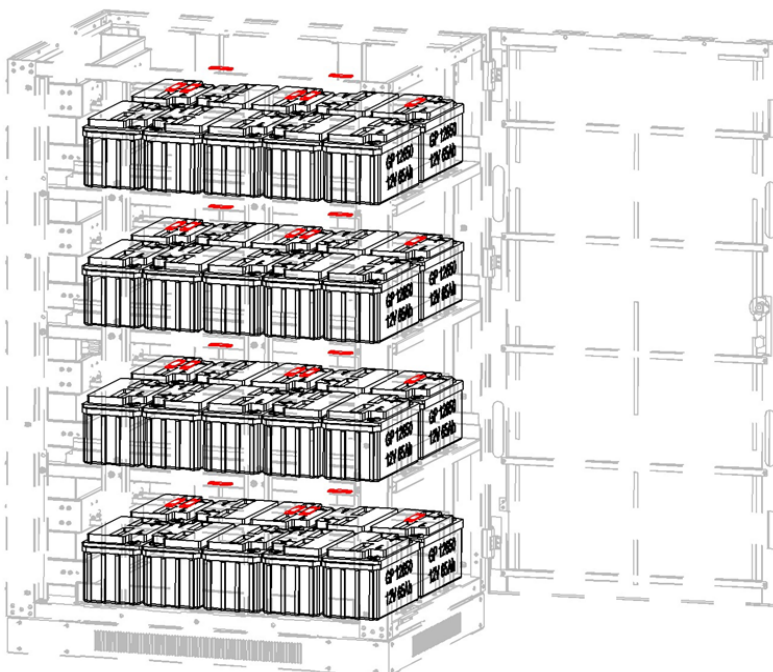

Figure 5-40A
9. Modèle BP240V65L-NIB : Installer les barres du bus en cuivre (13 pièces) entre les batteries adjacentes et les boulons/montants d'insertion des batteries (Figures 5-40A et 5-40B).